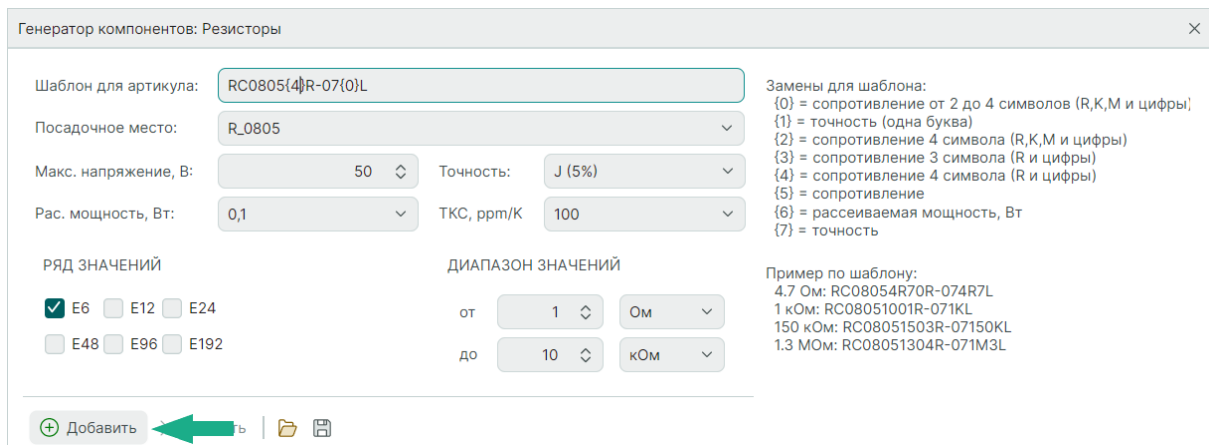

Рис. 311 Добавление шаблона создания радиодеталей
3. После определения параметров нажмите кнопку «Добавить» на панели инструментов, см. Рис. 311.